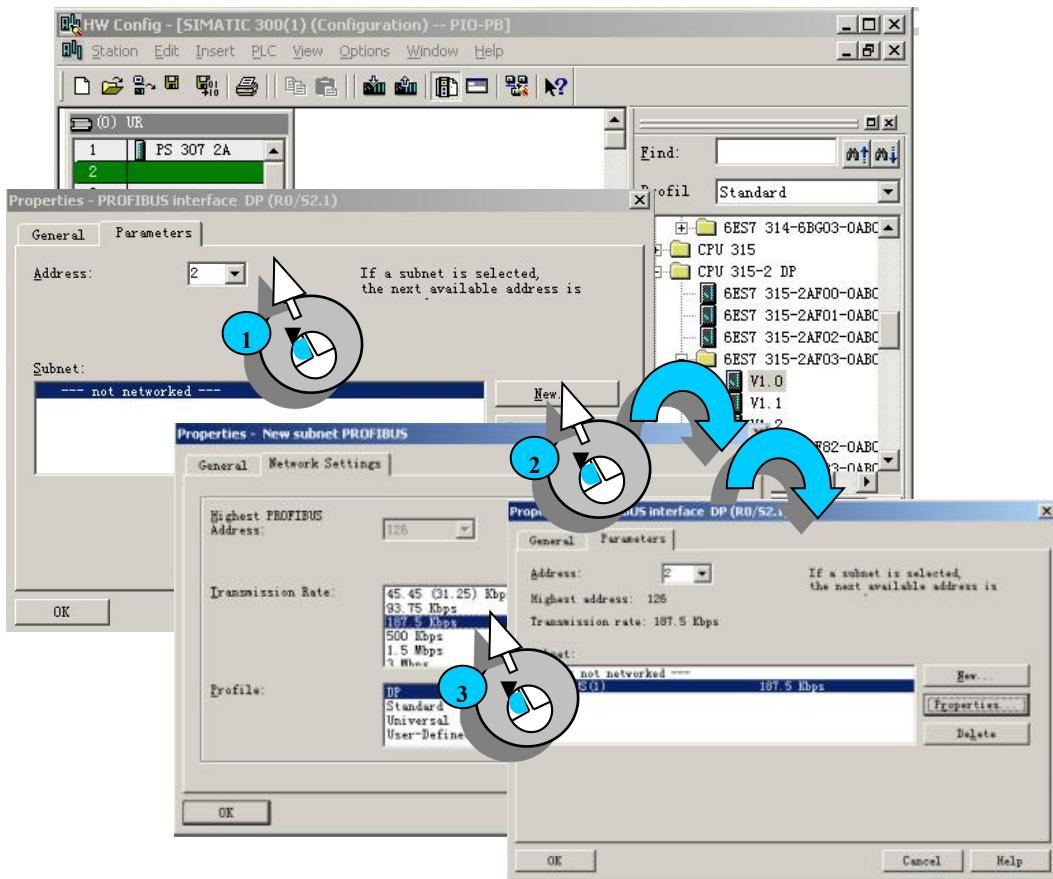

图 2-10 添加 PROFIBUS 连接
在下图选中第二个插槽，添加主站，并设置PROFIBUS的地址为2，见步骤①，点击“New”并且为DP主站添加PROFIBUS连接，见步骤②至步骤③。在打开的窗口中设置DP的波特率为187.5K，再点击“OK”即可，见图2-10：